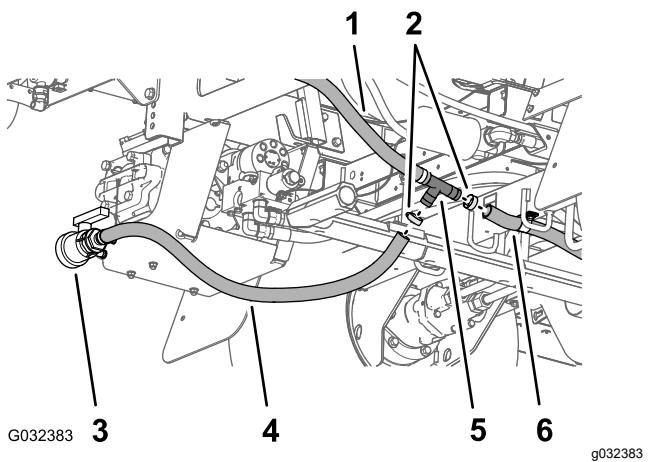
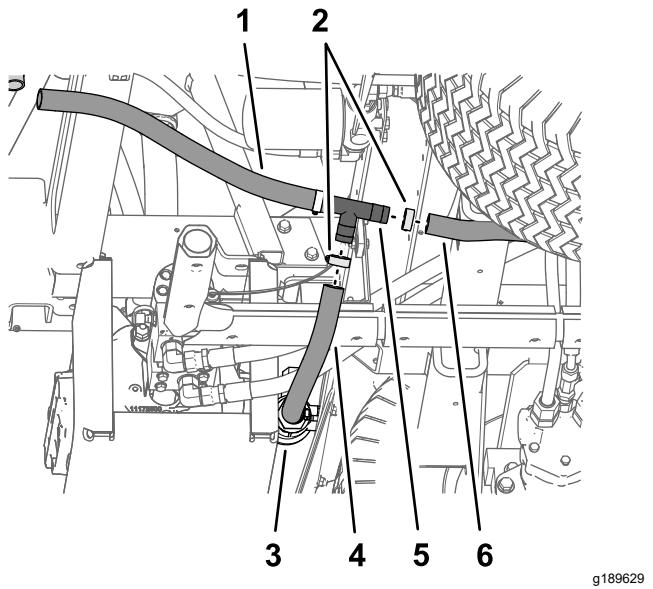

Рисунок 42
Рисунок 43
- Снимите шланговые хомуты, которые крепят шланг сливного крана и задний сливной шланг бака к тройнику типа «елочка» (Рисунок 42 и Рисунок 43).
- Снимите тройник со шланга сливного крана и заднего сливного шланга бака (Рисунок 42 и Рисунок 43).